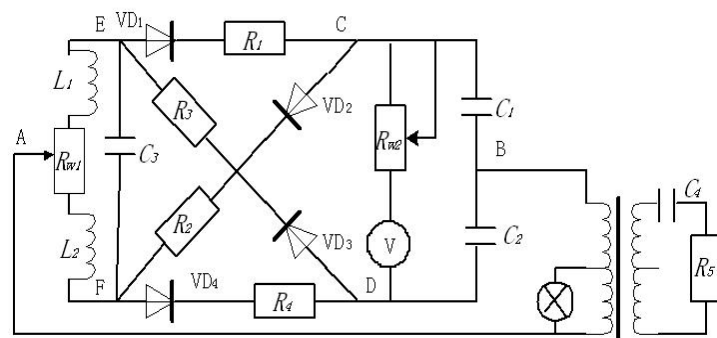

图 2 相敏整流电桥检测电路
(3) ①基波分量, 由于差动变压器两个次级绕组不可能完全一致, 因此它的等效电路参数 (互感 M 、自感 L 及损耗电阻 R) 不可能相同, 从而使两个次级绕组的感应电动势数值不等。又因初级线圈中铜损电阻及导磁材料的铁损和材质的不均匀, 线圈匝间电容的存在等因素, 使激励电流与所产生的磁通相位不同。
②高次谐波, 高次谐波分量主要由导磁材料磁化曲线的非线性引起。由于磁滞损耗和铁磁饱和的影响, 使得激励电流与磁通波形不一致产生了非正弦(主要是三次谐波)磁通, 从而在次级绕组感应出非正弦电势。另外, 激励电流波形失真, 因其内含高次谐波分量, 这样也将导致零点残余电压中有高次谐波成分。
(4) 检测电路如图 2 所示，相敏整流电桥，设差动电感传感器的线圈阻抗分别为 Z_1 和 Z_2 。当衔铁处于中间位置时， $Z_1=Z_2=Z$ ，电桥处于平衡状态，C 点电位等于 D 点地位，电表指示为零。当铁芯上移时，线圈 L_1 阻抗增大， $Z_1=Z+\Delta Z$ ，则 L_2 线圈阻抗减少， $Z_2=Z-\Delta Z$ 。如果输入交流电压为正半周，则 A 点电位为正，B 点电位为负，二极管 V_1 、 V_4 导通， V_2 、 V_3 截止。在 A-E-C-B 支路中，C 点电位由于 Z_1 增大而比平衡时的 C 点电位降低；而在 A-F-D-B 支中中，D 点电位由于 Z_2 的降低而比平衡时 D 点的电位增高，所以 D 点电位高于 C 点电位，直流电压表正向偏转。如果输入交流电压为负半周，A 点电位为负，B 点电位为正，二极管 V_2 、 V_3 导通， V_1 、 V_4 截止，则在 A-F-C-B 支中中，C 点电位由于 Z_2 减少而比平衡时降低（平衡时，输入电压若为负半周，即 B 点电位为正，A 点电位为负，C 点相对于 B 点为负电位， Z_2 减少时，C 点电位更负）；而在 A-E-D-B 支路中，D 点电位由于 Z_1 的增加而比平衡时的电位增高，所以仍然是 D 点电位高于 C 点电位，电压表正向偏转。同样可以得出结果：当衔铁下移时，电压表总是反向偏转，输出为负。可见采用带相敏整流的交流电桥，输出信号既能反映加速度的大小也能反映方向。